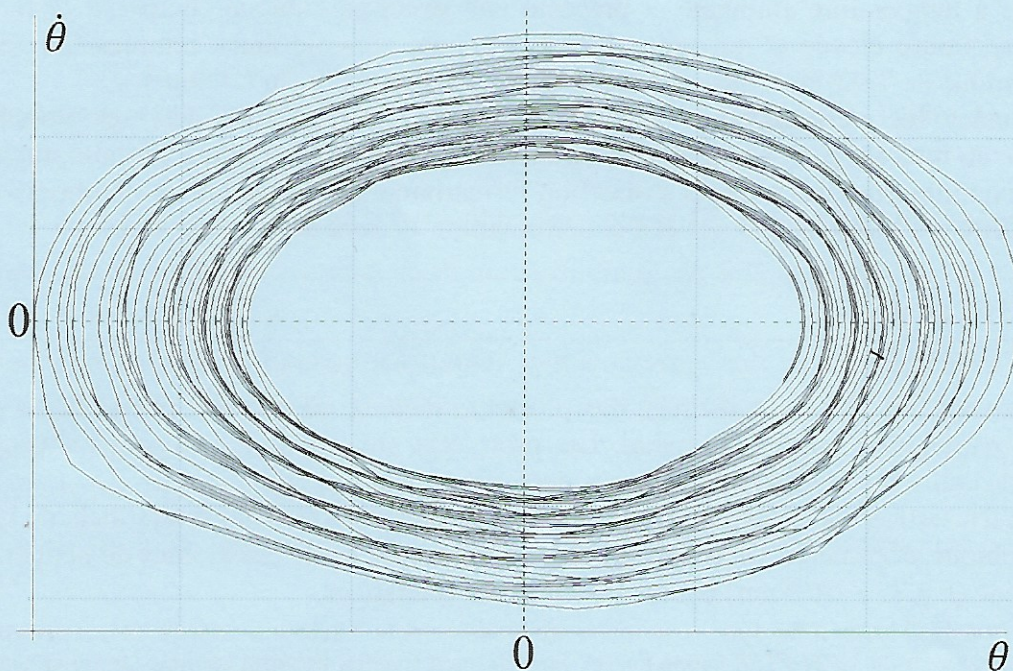

Figure 3 - Portrait de phase associé au mouvement d'un pendule représentant $\dot{\theta}$ en fonction de θ
Afin de modéliser la crosse de hockey en laboratoire, on utilise un pendule oscillant. On trace expérimentalement le portrait de phase associé au mouvement du pendule (**figure 3**).
- Q18.** Expliquer, sans calcul, à partir de quelle équation, modifiée, on peut obtenir le portrait de phase de la **figure 3**. Préciser l'évolution du tracé de ce portrait de phase au cours du temps.